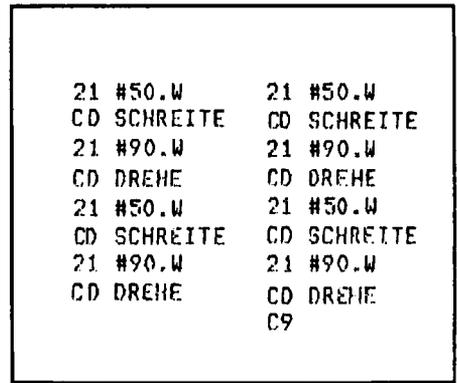

Abb. 6.1.19 Das Programm, das ein Quadrat malt
erzeugt werden. Zuerst bewegt sich die Schildkröte um 50 Punkte vorwärts, dann dreht sie sich um 90 Grad entgegen dem Uhrzeiger. Wenn man nun erneut einen Schreite-Befehl anfügt, so wird sich die Schildkröte in die neue Richtung bewegen. Wenn man also viermal die obige Sequenz aneinander fügt, so entsteht ein Quadrat. Das vollständige Programm zeigt *Abb. 6.1.19*.
6. Nun kann der Rest des Programms eingegeben werden. Zuerst der Befehl „CD DREHE“ und so weiter bis zum „C9“-Befehl in *Abb. 6.1.19*. Wenn man den Befehl „C9“ eingegeben hat, sieht das wie in *Abb. 6.1.23* aus. Der Wert auf Adresse 8831 kann bei Ihnen auch anders aussehen, da es sich um undefiniertes Speichergebiet handelt.